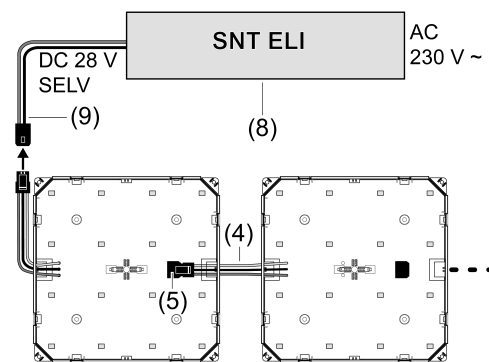

Bild 8: Elektrischer Anschluss
- i** Die Anschlüsse der LED-Lampe sind kompatibel mit dem LEDTRIX® Kontaktierungssystem. Für den Anschluss der Spannungsversorgungen "SNT ELI 0-57 W" oder "SNT ELI 0-120 W" wird der LEDTRIX® SNT-Anschluss (58924040) als Adapterkabel (9) verwendet.
- Erste LED-Lampe mit Hilfe des Adapterkabels (9) an die Spannungsversorgung (8) anschließen (Bild 8).
- Weitere LED-Lampe mit der Zuleitung (4) an der Ausgangsbuchse (5) der ersten LED-Lampe anschließen.
- Bei Raster-Montage mit Verbindern: Zur Verlegung der Zuleitung (4) die Halteklammern (10) der Verbinder (7) verwenden.